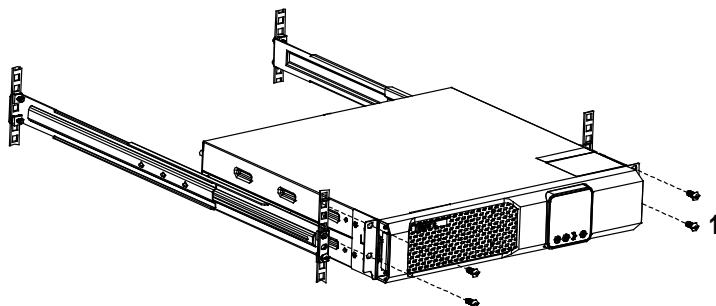

Abb. 21: Vorbereitende Massnahmen zum Batteriewechsel
1. Zunächst lösen Sie die seitlichen Schrauben M6x16, mit der die USV am Holm fixiert wurde (s.a. nachstehende Abb. 21).